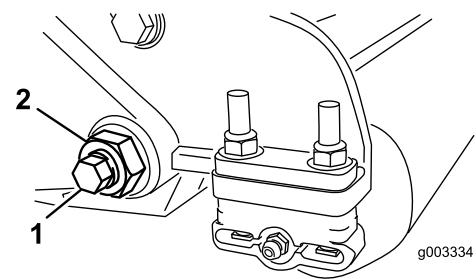
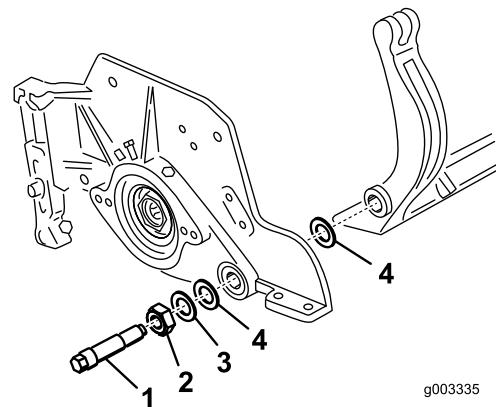
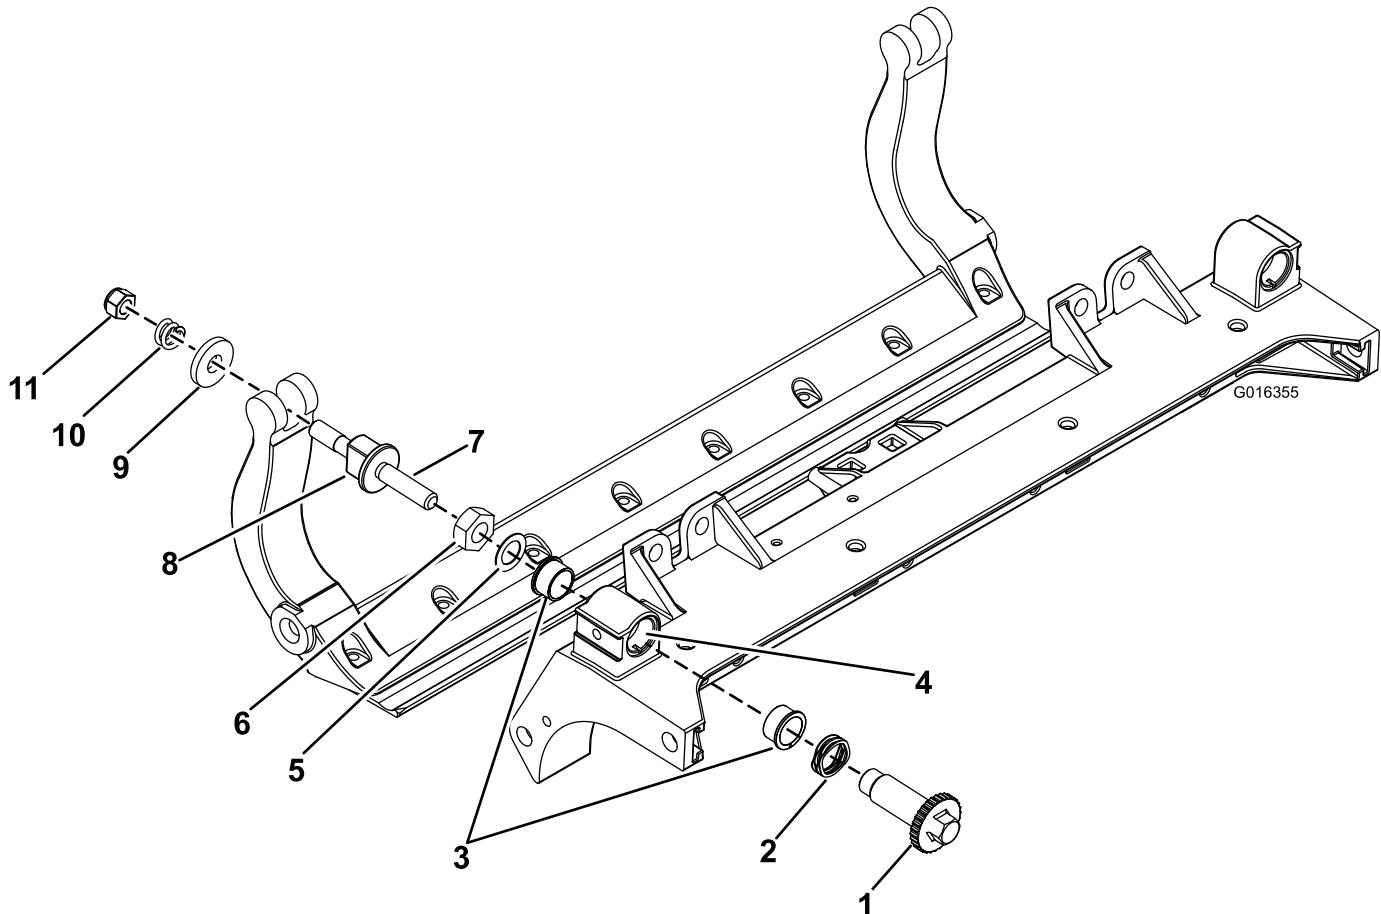

Figura 27
Figura 28
Figura 30
- 3. Su ciascun lato della macchina, allentate il dado di bloccaggio che fissa il bullone della barra di appoggio (Figura 27).
- Togliete ciascun bullone della barra di appoggio consentendo alla barra di appoggio di essere tirata verso il basso e rimossa dal bullone della macchina (Figura 27). Considerate 2 rondelle in nylon e 1 rondella in acciaio stampato su ciascun lato della barra di appoggio (Figura 28).
- Fissate la barra di appoggio su ciascuna piastra laterale mediante gli appositi bulloni (dadi sui bulloni) e 6 rondelle. Una rondella in nylon deve essere posizionata su ciascun lato della flangia di estremità della piastra laterale. Posizionate una rondella in acciaio all'esterno di ciascuna rondella in nylon (Figura 28). Serrate i bulloni a 37-45 Nm. Serrate i dadi di bloccaggio finché la rondella in acciaio esterna non cesserà di ruotare e il gioco di estremità verrà eliminato, ma non serrate eccessivamente o
9. Fissate la barra di appoggio su ciascuna piastra laterale mediante gli appositi bulloni (dadi sui bulloni) e 6 rondelle. Una rondella in nylon deve essere posizionata su ciascun lato della flangia di estremità della piastra laterale. Posizionate una rondella in acciaio all'esterno di ciascuna rondella in nylon (Figura 30). Serrate i bulloni a 37-45 Nm. Serrate i dadi di bloccaggio finché la rondella in acciaio esterna non cesserà di ruotare e il gioco di estremità verrà eliminato, ma non serrate eccessivamente o non deviate le piastre laterali. Le rondelle all'interno possono avere un gioco (Figura 28).
1. Rimuovete tutti i componenti (fate riferimento alle *Istruzioni per l'installazione* del kit DPA HD Modello N. 120-7230 e a Figura 30).
2. Applicate del lubrificante Never Seize all'interno dell'elemento in cui vanno montate le boccole, sul telaio centrale dell'apparato di taglio (Figura 30).
3. Allineate le chiavette sulle boccole flangiate alle scanalature sul telaio e montate le boccole (Figura 30).
4. Montate una rondella ondulata sull'albero del dispositivo di regolazione e inserite l'albero all'interno delle boccole flangiate sul telaio dell'apparato di taglio (Figura 30).
5. Fissate l'albero del dispositivo di regolazione con una rondella piana e un dado di bloccaggio (Figura 30). Serrate il dado di bloccaggio a una coppia di 20-27 Nm.